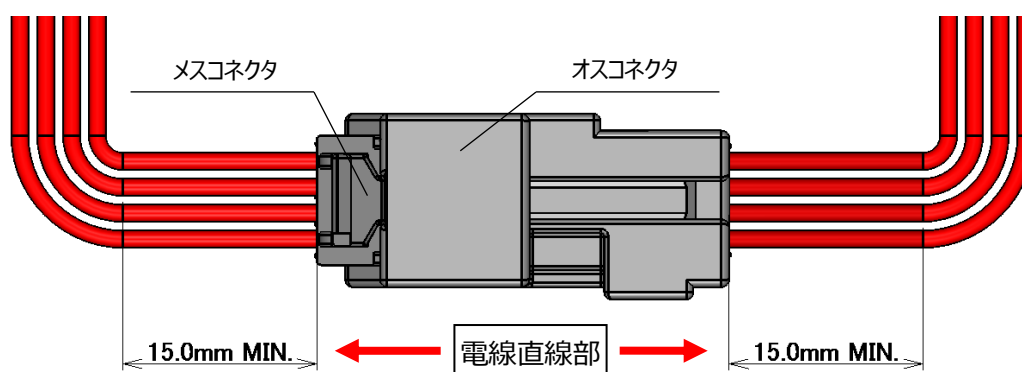

図 51 電線引き出し方法
- ① 電線を横に引き出す場合は、ハウジングの中でメス端子が傾いたり、端子とハウジング側壁に過度な力が掛からない様に、図.51 に示すように直線部(最低 15mm)を設けて下さい。
- ② 直線部を設け、任意の R で電線を曲げて横方向に引き出してください。